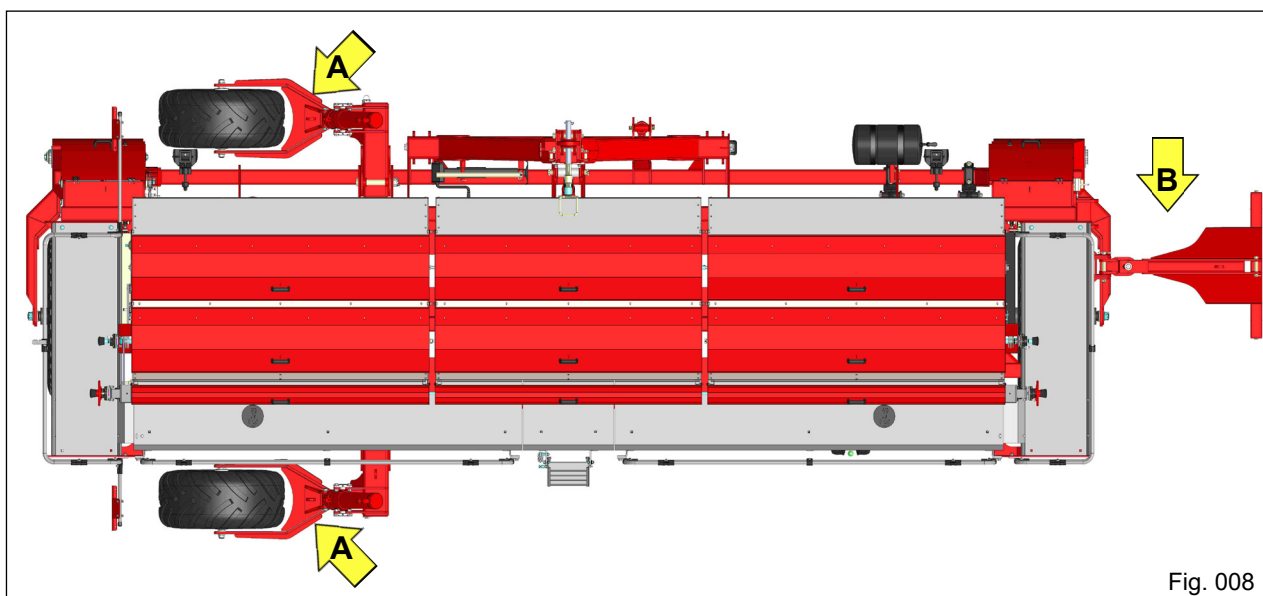

Fig. 008
- **Kit Transporte Longitudinal:** Para maior facilidade na locomoção e transporte por entradas, pontes, portei-ras, locais onde não seria possível o transporte em seu modo normal. Composto por rodagens direita e esquerda com pneus alta flutuação 400/60-15.5 14L ("A" Fig. 008) e suportes para engate. ("B" Fig. 008);